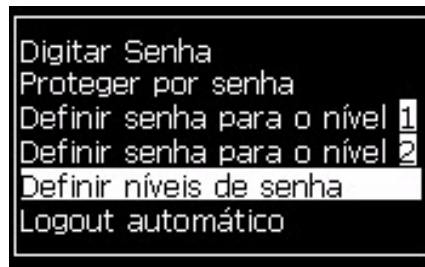
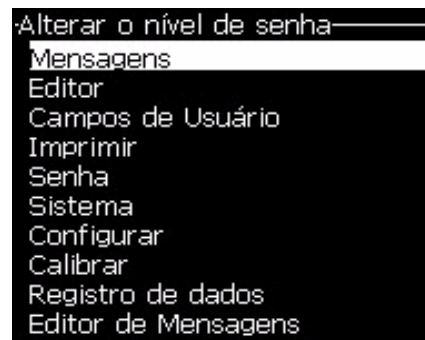
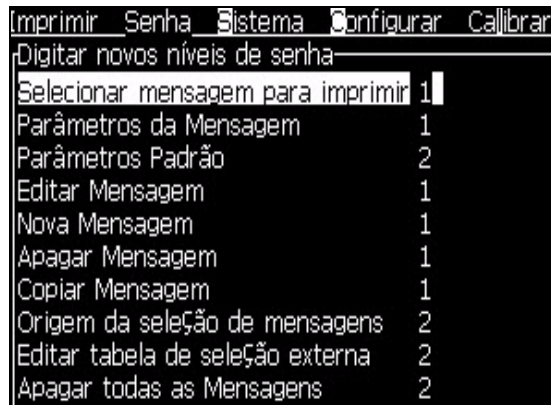

Figura 4-8: Definir níveis de senha
Figura 4-9: Alterar o nível de senha
Figura 4-10: Digitar novos níveis de senha
- 1 Pressione *Alt + w* e selecione *Definir níveis de senha* (veja Figura 4-8) para abrir a tela *Alterar níveis de senha* (veja Figura 4-9).
- 2 Selecione o menu (veja Figura 4-9) cuja senha de acesso deve ser alterada, e pressione a tecla *Enter*. A tela *Digitar novos níveis de senha* aparece (veja Figura 4-10 na página 4-7).